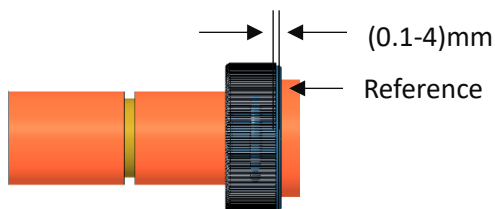
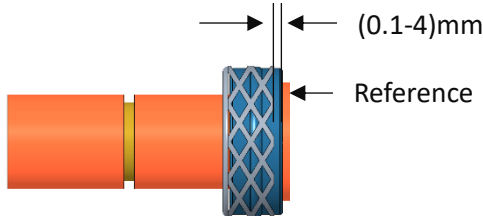

Figure 9: Braided shield comb-out length
Figure 12: Braided shield non-comb-out length
1) 编织屏蔽具有柔性末端位置；然而，这取决于梳理过程。本注释仅用于指出编织屏蔽不得突出/重叠内屏蔽环/外屏蔽环。单独的屏蔽线可以位于此处所示的区域内（屏蔽的末端必须盖住内屏蔽环的凸筋，图9和图12供参考）。括号中给出的屏蔽长度应仅视为一种方向；线束制造商可以为自己的工艺定义屏蔽长度。
- 编制屏蔽的末端必须盖住内屏蔽环的凸筋，图9和图12供参考。
Visually check “Length to end of crimp anvil”. Needs to be 0.1 to 4mm, see figure 9.
目视检查屏蔽网到内屏蔽环边缘的距离是0.1-4mm，见图9。
Visually check “Length to end of crimp anvil”. Needs to be 0.1 to 4mm, see figure 12.
目视检查屏蔽网到内屏蔽环边缘的距离是0.1-4mm，见图12。